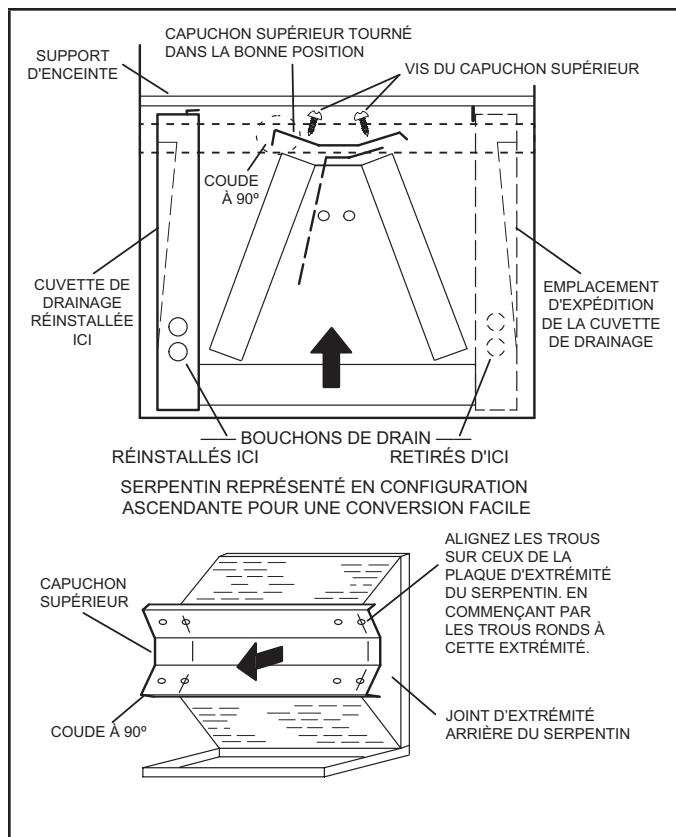

FIGURE 10. Modification sur place pour refolement du côté gauche
- 7 - Faites pivoter le couvercle supérieur de 180° pour inverser l'avant et l'arrière, et alignez-le sur des trous de vis inutilisés. Les trous doivent être alignés avec les plaques d'extrémité arrière et avant du serpentin. Le couvercle supérieur comporte un rebord plié à 45° d'un côté et à 90° de l'autre. **Le rebord plié à 90° doit être du côté du bac de drainage horizontal** comme illustré à la figure 10.
- 9 - Installez l'écran horizontal (modèle -060) sur le bord avant du bac de drainage horizontal comme illustré à la figure 10.